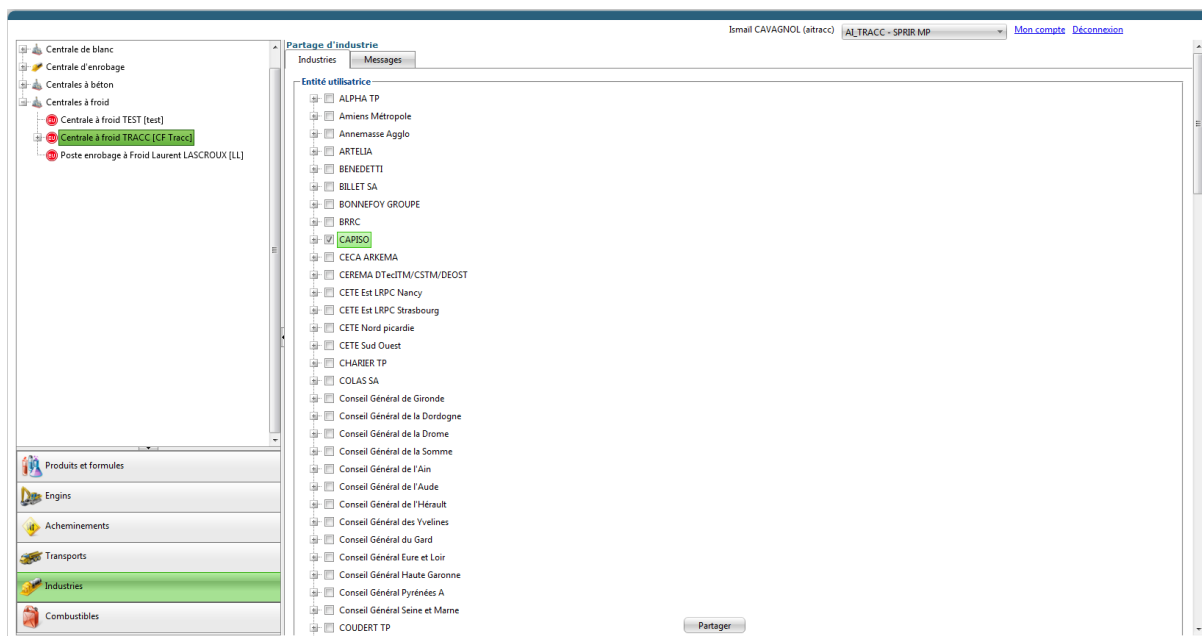

Figure 42 – Partage d’une Industrie
- 1- Cliquer sur l’onglet « Industries » (Figure 42)